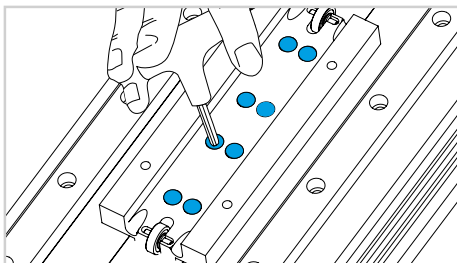

Fig. 8
- 9) Far scorrere la parte esterna del carro per accedere all'interno. Qui, svitare le viti e sollevare la porzione liberata (Fig.8).